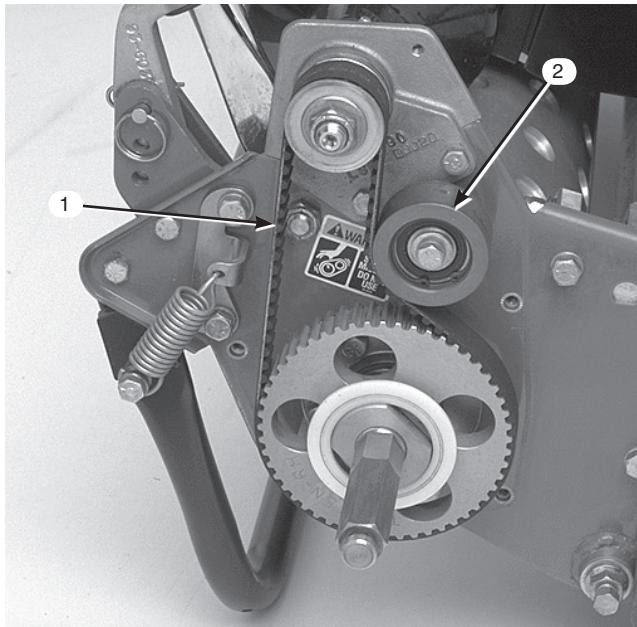

図37
- アイドラー・プーリ固定ナットをゆるめ、プーリを右に回してベルトの背に押しつけて、適当な張りを出す(図37)。